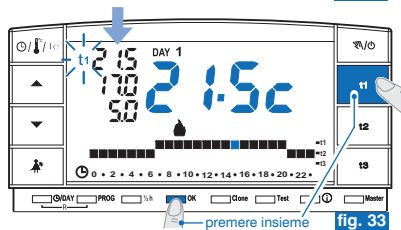

fig. 33
- Entro 8 secondi **premere contemporaneamente** il tasto relativo (**t1** o **t2**) ed il tasto **OK**; a conferma dell'avvenuto sblocco le cifre della temperatura a fianco della sigla (**t1** o **t2**) smettono di lampeggiare (esempio in fig. 33).